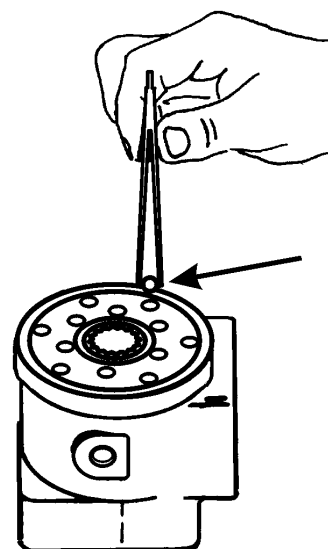

Рис. 10В.7D. Установка шарика обратного клапана
7. Перевернуть корпус (7а) так, чтобы отверстие в нем оказалось в горизонтальном положении. Ввести наружную часть приспособления SJ 150-9000-11 в отверстие в корпусе (7а), смотри Рис. 10В.7С.
8. Смазать комплект уплотнительных колец «O-ring/kin-ring» (3) гидравлическим маслом и надеть комплект на внутреннюю часть приспособления SJ 150-9000-11.